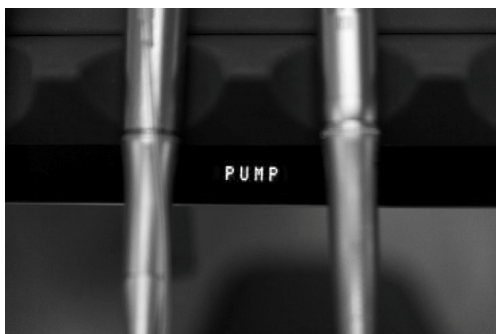

Figure 40 - Affichage
- ► est activée pour accéder à la configuration de la pompe - voir la Figure 40.